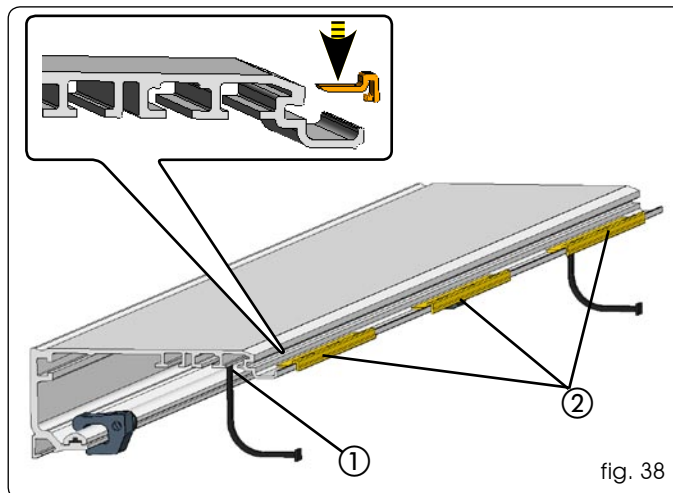

fig. 38
Verificare la presenza ed eventualmente fissare i cavetti paracadute alle due estremità del profilo di sostegno alloggiando l'estremità più grande del cavetto nelle apposite sedi (fig. 38 rif. ①).
Verificare la presenza ed eventualmente inserire sul bordo esterno del profilo di sostegno 3 distanziali antivibrazione (fig. 38 rif. ②), posizionandoli alle estremità e centralmente (per profili maggiori di 3 metri).